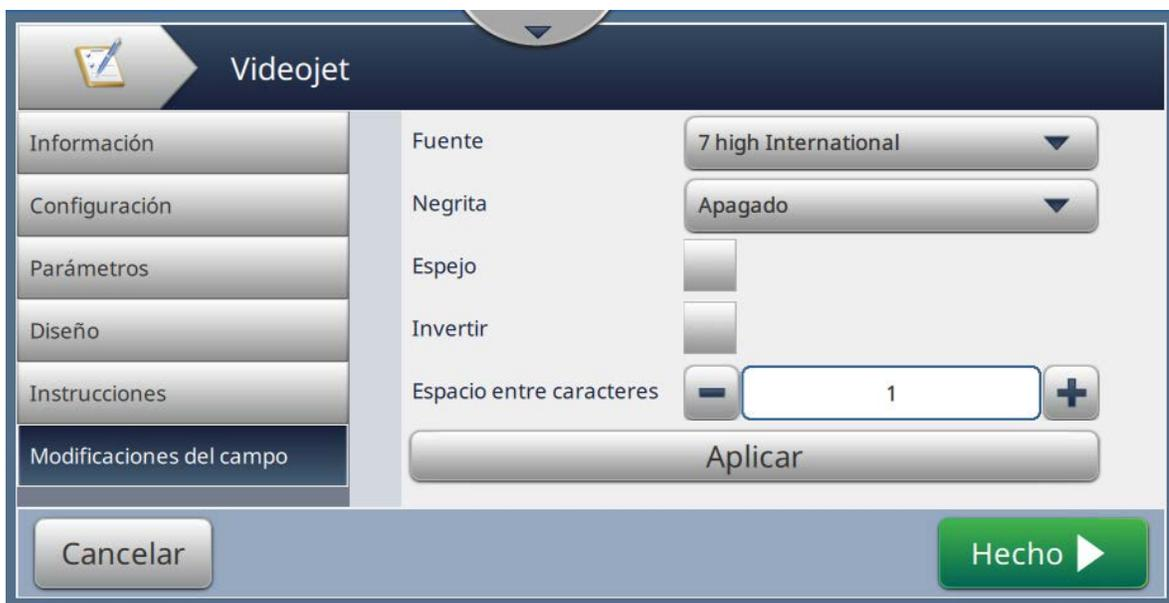

Figura 5-18: Pantalla Modificaciones del campo
3. Vaya a *Configuración de trabajo > Modificaciones del campo* tal y como se muestra en la Figura 5-18.